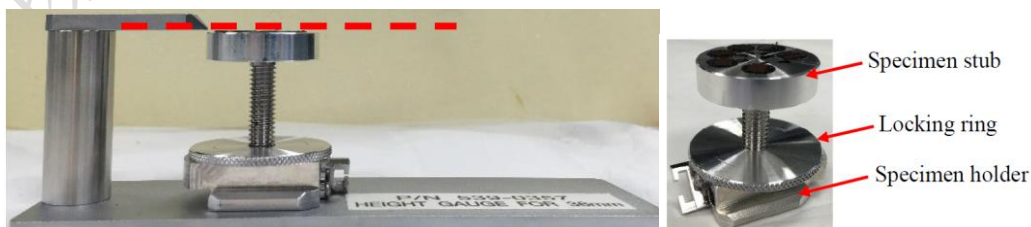

图 6-2 样品台及调节高度示意图
(1) 测试样品必须完全干燥不含水分和溶剂，必要时，可将样品放在烤灯下烘烤 5-10 min，根据样品尺寸选择合适大小的样品台，样品的大小需小于样品台尺寸；
(2) 使用导电胶带将样品固定在样品台上；制样时请不要用力压样品，以免破坏表面形貌；粉末样品制样后，必须用氮气枪吹扫（建议所有类型的样品都吹扫）；请务必将样品固定好，否则会影响图片质量，还有可能损坏仪器；
(3) 将固定好样品的样品台安装在样品托上，调整样品台的高度，使样品最高处的上表面与量高规下底面齐平、或略低 1-2 mm（如图 6-2 所示），并顺时针旋紧锁环；